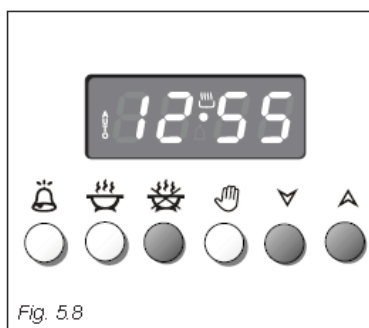

Fig. 5.8
2. Defina o final do tempo de cozedura premindo o botão e após pressione o botão para avançar ou para retornar, se tiver passado a hora pretendida (fig. 5.8).